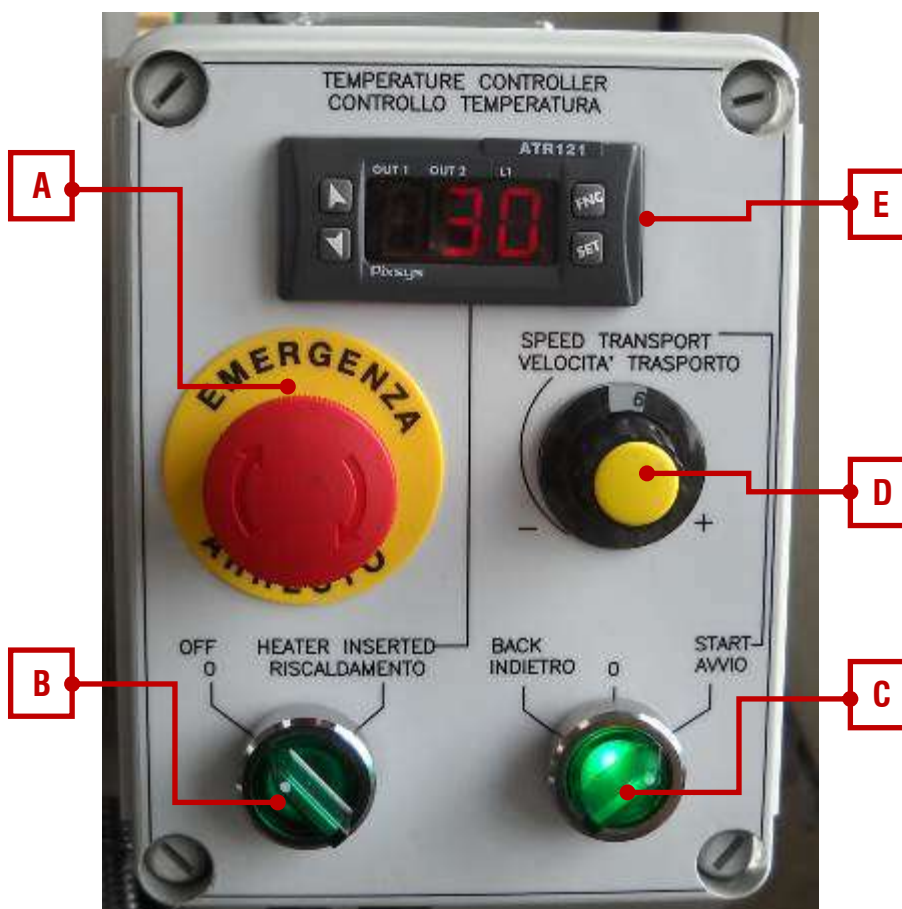

FIG. 1 Tableau de commandes
La machine à désoperculer est équipée de deux armoires électriques ; le tableau électrique générale (fig. 2) est positionné sur le côté droit de la machine, celui des commandes (fig. 1) sur le devant pour être facilement accessible à l'opérateur.
S'assurer que le bouton coup-de-poing d'urgence (fig. 1-A) et celui du tableau général (fig. 2-F) sont désactivés puis tourner l'interrupteur général (fig. 2-G) sur « 1 ».
Régler le thermostat (fig.1-E) selon les instructions du paragraphe « 2.1 Instructions pour l'utilisation du thermorégulateur » de ce manuel.
Allumer le chauffage des couteaux avec le sélecteur « Chauffage » (fig. 1-B) et attendre quelques instants pour permettre aux couteaux d'atteindre la température programmée.
Tourner le sélecteur (fig. 1-C) vers la droite, sur la position Start pour faire avancer la chaîne et les couteaux.
Si un cadre se coince, tourner le sélecteur (fig. 1-C) sur la position centrale pour stopper l'avance de la chaîne. Il est possible de faire tourner la chaîne en sens inverse en tournant le sélecteur (fig. 1-C) vers la gauche, fonction par impulsions.
**En cas de danger, presser la touche d'urgence (fig. 1-A ou fig. 2-F).